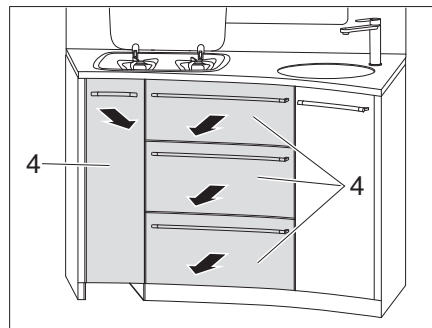

Fig. 125 Estrarre e togliere i cassetti della cucina
- Estrarre e togliere i cassetti della cucina (Fig. 125,4).